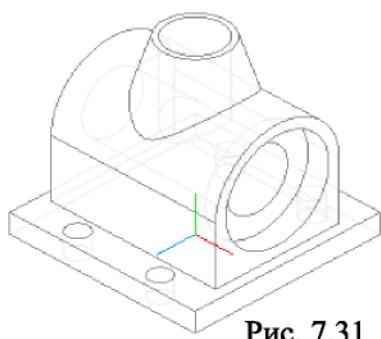

Рис. 7.31
12. Применяем к полученному эскизу команду **Вырезать выдавливанием, На расстояние - 10** (рис. 7.31).